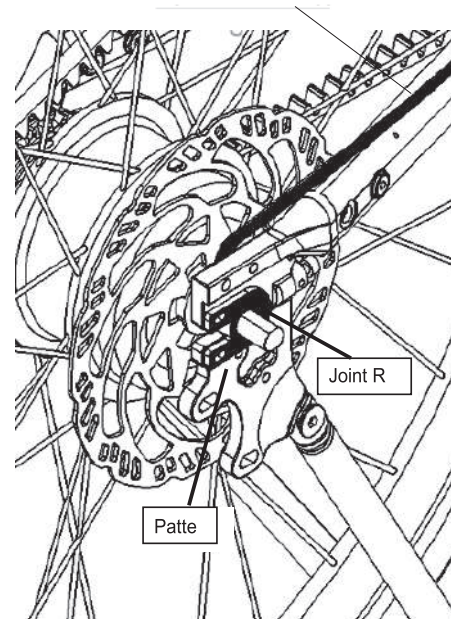

Figure 33.
h. Trouver quatre boulons M4*12 de joint R dans la boîte d'accessoires, puis utiliser une clé Allen de 3 mm pour verrouiller les joints R sur les pattes gauche et droite. Le sens d'ouverture du joint R est le même que celui de la patte, et le sens de gaufrage du joint R est proche de la patte, comme le montre la Figure 33.